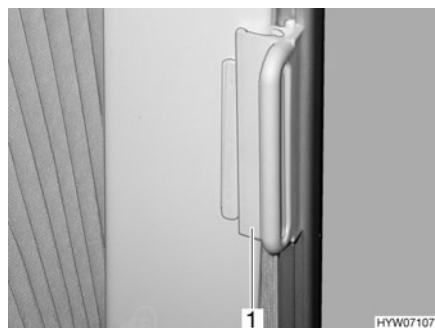

Fig. 18 Bloqueo de los estores plegables para la ventana del conductor/del acompañante
- Empujar los estores plegables para la ventana del conductor y del acompañante con el tirador (Fig. 18,1) sobre la pieza sobrepuesta. El estor plegable queda asegurado.